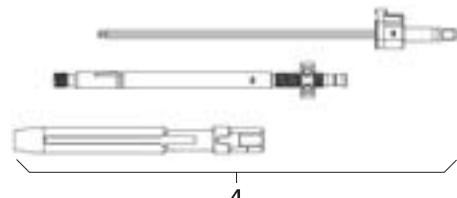

Fig. 10
- Montera repositionsspak 4, se Fig. 10.